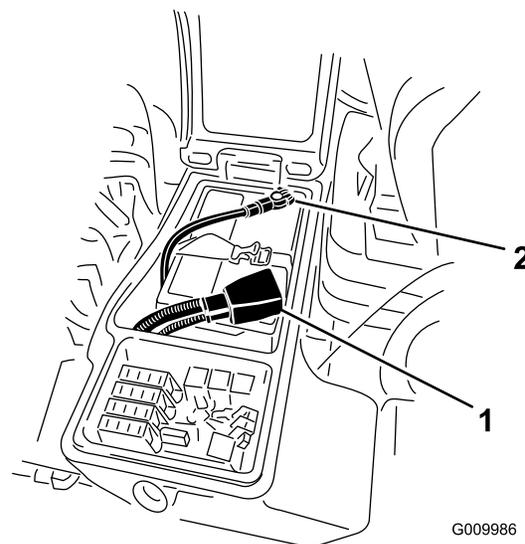

Figura 59
3. Retire o cabo negativo (preto) do terminal negativo (-) e o cabo positivo (vermelho) do terminal positivo (+) da bateria (Figura 59).
6. Instale o cabo positivo (vermelho) no terminal positivo (+) e o cabo negativo (negro) no terminal negativo (-) da bateria (Figura 59).